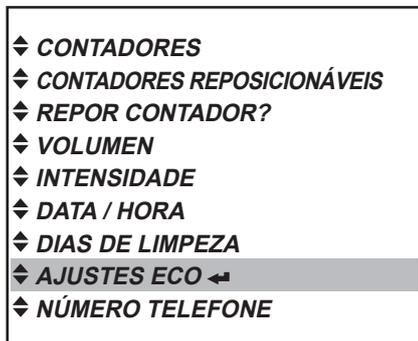

Fig. 39
- Prima a tecla Enter ◀ para aceder ao menu «AJUSTES ECO». (Fig. 39)